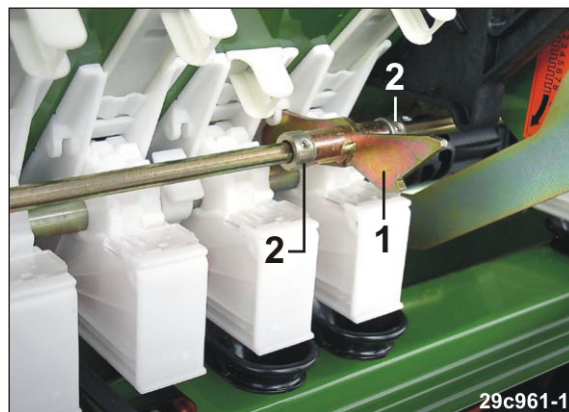

Fig. 243
- No processo, o suporte (Fig. 243/1), que fixa axialmente o contra-eixo é colocado para dentro do entalhe de uma caixa sementeira.
5. Fixar o suporte com dois anéis de ajuste (Fig. 243/2).